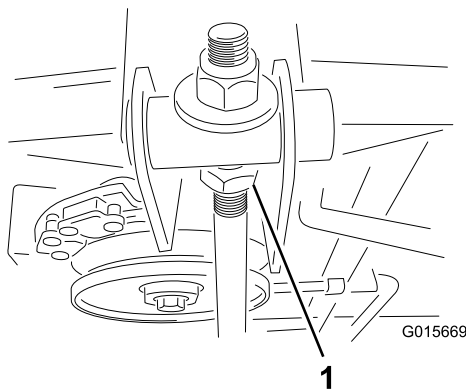

Figura 42
7. Afloje la contratuerca (Figura 42).